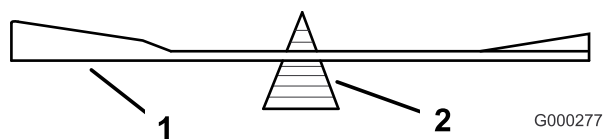
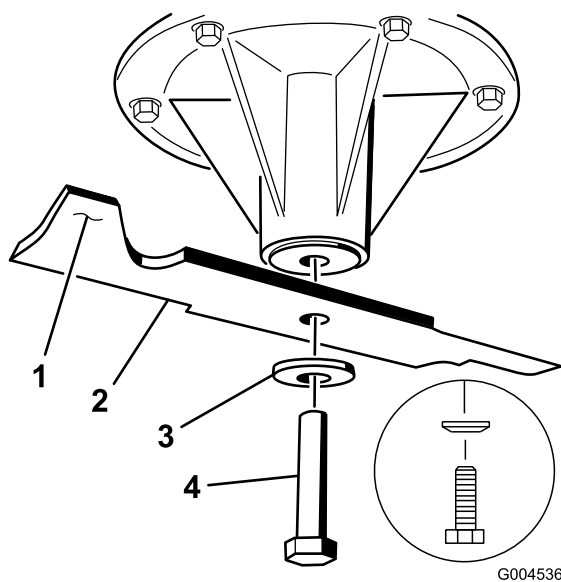

Figure 92
Figure 93
2. Vérifiez l'équilibre de la lame en la plaçant sur un équilibreur (Figure 92). Si la lame reste horizontale, elle est équilibrée et peut être utilisée. Si la lame est déséquilibrée, limez un peu l'extrémité de la partie relevée seulement (Figure 93). Répétez la procédure jusqu'à ce que la lame soit équilibrée.
1. Reposez sur les axes, les lames gauche et centrale, les rondelles bombées et les boulons de lame (Figure 93 et Figure 94).
Remarque: Le cône de la rondelle bombée doit être dirigé vers la tête du boulon (Figure 93).
2. Posez sur l'axe, la lame droite, la rondelle bombée et le boulon (fileté à gauche) (Figure 93 et Figure 94).